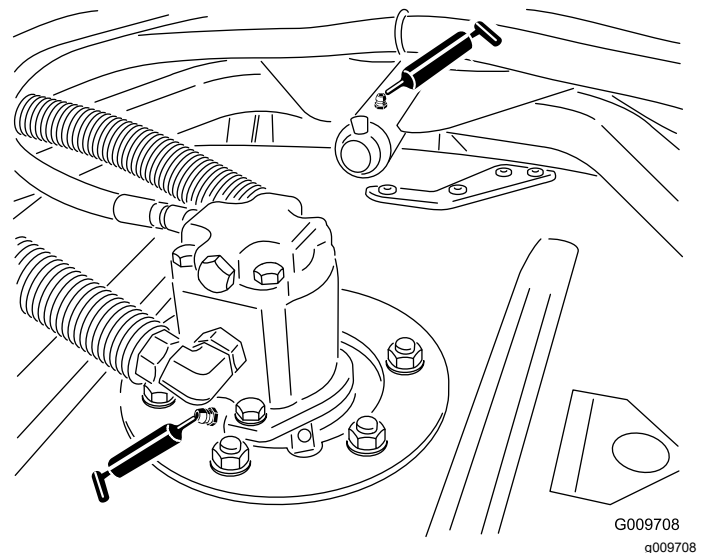

Figure 47
- Roulements d'axes de pivot d'unité de coupe (2 par unité de coupe), comme montré à la Figure 47.
- Roulements de bras de bâti porteur d'unité de coupe (1 par unité de coupe), comme montré à la Figure 47.